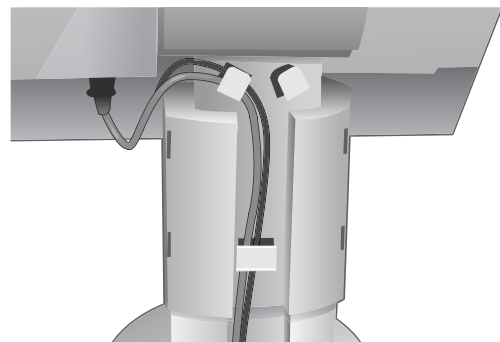

Abbildung C.3
6. Führen Sie das DVI-Kabel und das Netzkabel durch die in **Abbildung C.3** angegebenen Halterungen.